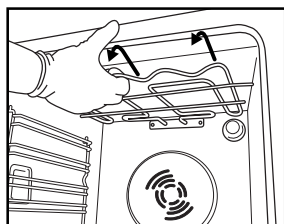
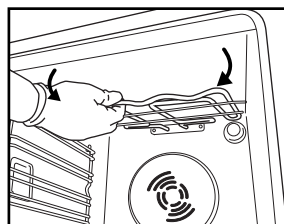

Fig. 2
Fig. 3
2. Puxe a resistência ligeiramente para fora (Fig. 2) e rebaixe-a (Fig. 3).